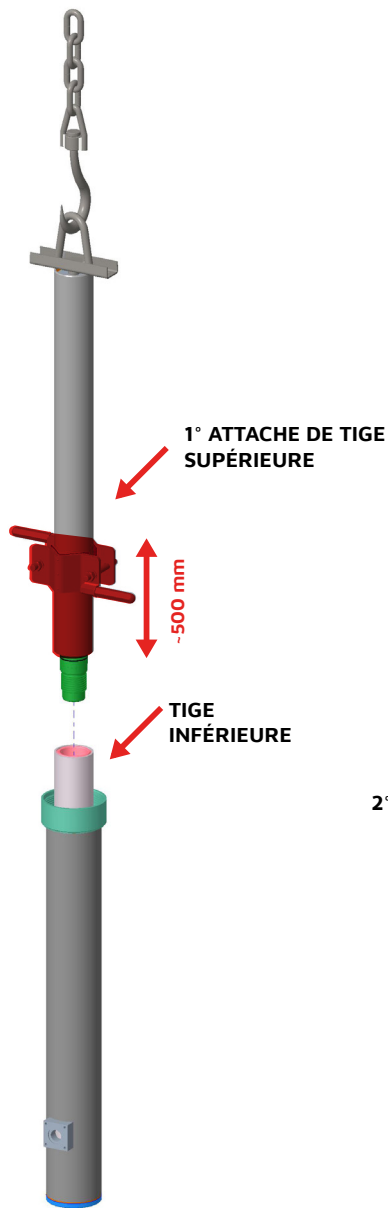

Fig 6
6. Visser la tige environ 90% en utilisant d'abord l'attache. Soulever la tige d'environ 50 cm pour permettre la fixation du deuxième attache sur la tige inférieure. Assurez-vous que la deuxième attache est positionnée en appui sur la jonction du cylindre inférieur, pour éviter que la tige ne retombe ensuite en bas. (Fig.6)